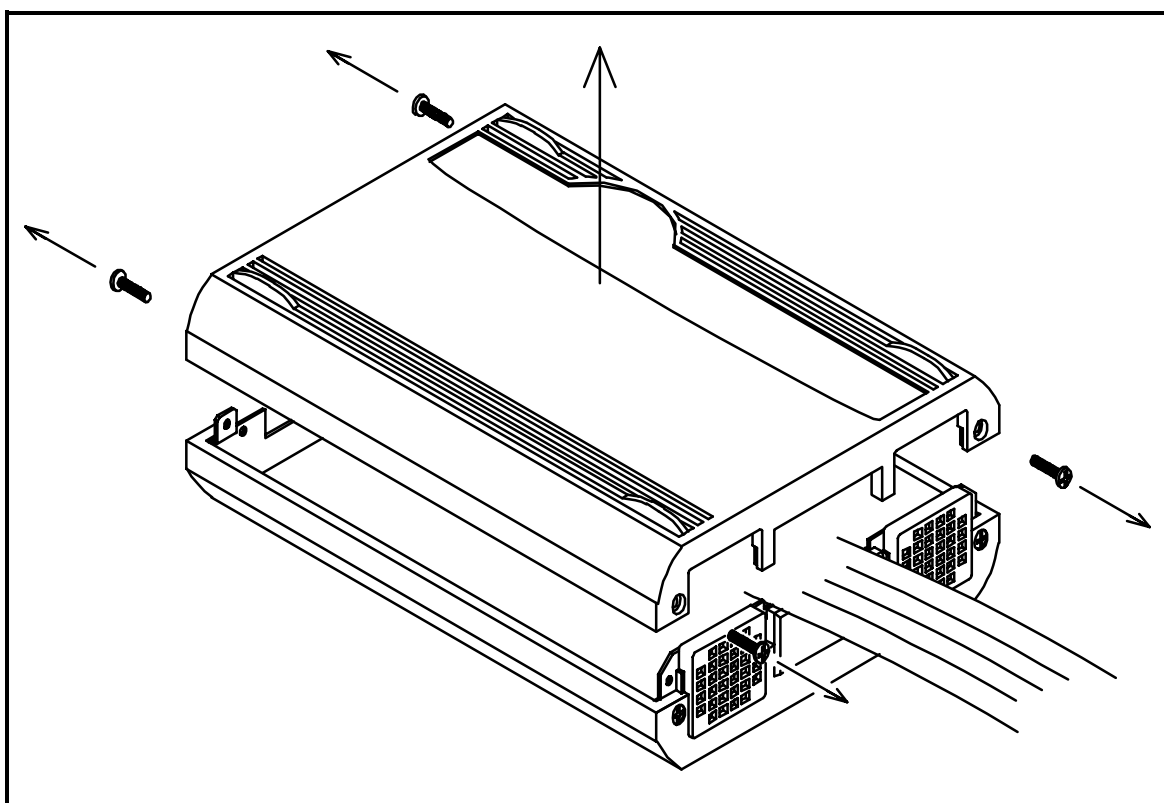

図 3.1 上カバーの取り外し
- ①本製品の両側面ネジ(4箇所)を外して、上カバーを取り外してください(図 3.1参照)。
- ②以降の説明に従ってジャンプスイッチなどを設定してください。
- ③上カバーを元通り取り付け、ネジで固定してください。